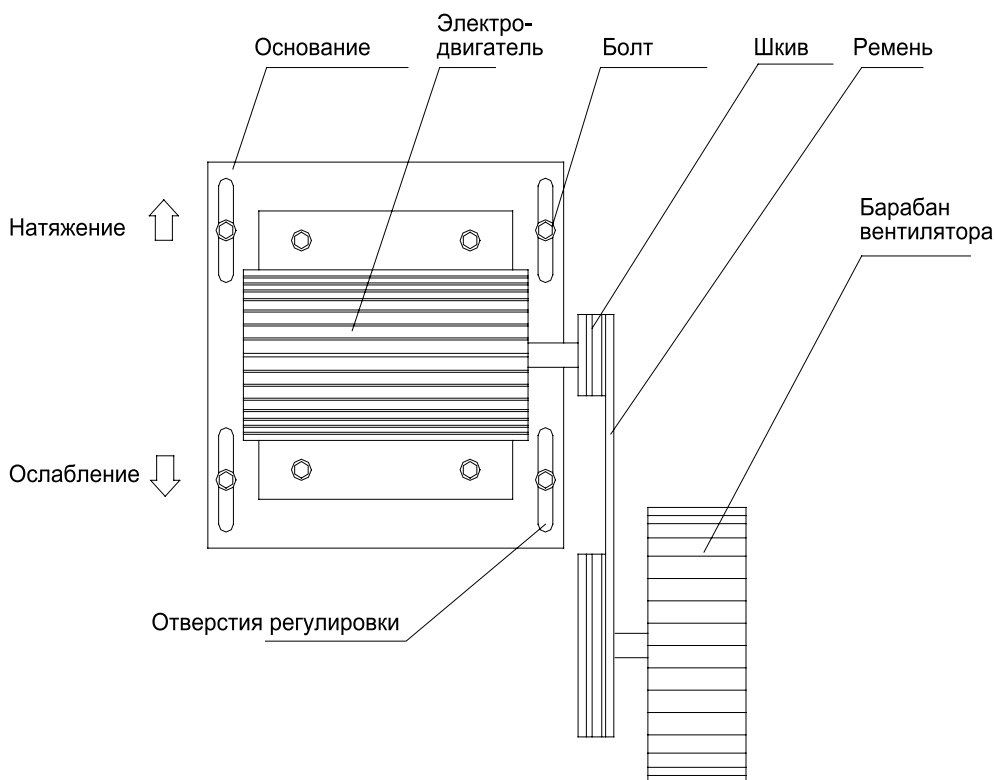

Рисунок 8.5 – Регулировка натяжения ремня привода
- Для регулировки натяжения ремня необходимо ослабить болты крепления основания электродвигателя (см. рисунок 8.5). Затем путем перемещения основания с двигателем в соответствующую сторону (см. рисунок 8.5) добиться необходимой величины натяжения и затянуть болты.